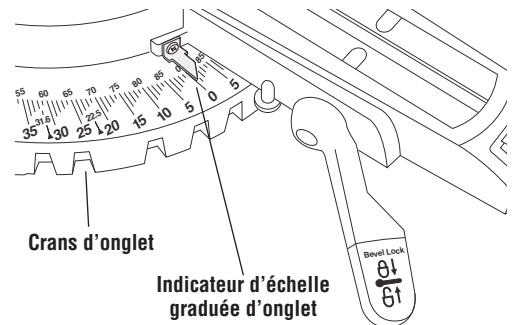

Figure 27. Réglage de l'échelle graduée d'onglet
1. Amenez la table au cran d'onglet que vous désirez régler (Figure 27).